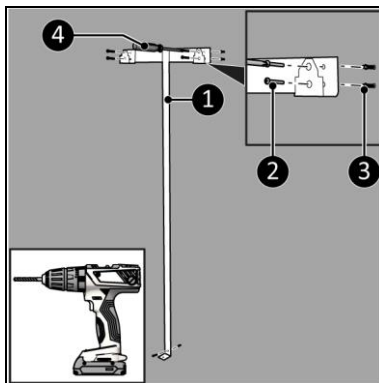

Figura 7
4. Așezați suportul de perete pe perete și marcați cele cinci găuri (Figura 7).
6. Fixați știfturile (Figura 7, poziția 3).
7. Însurubați și strângeți suporturile de perete (Figura 7, poziția 1) cu cinci șuruburi mari (Figura 7, poziția 2) folosind o șurubelniță Phillips (Figura 7, poziția 4).